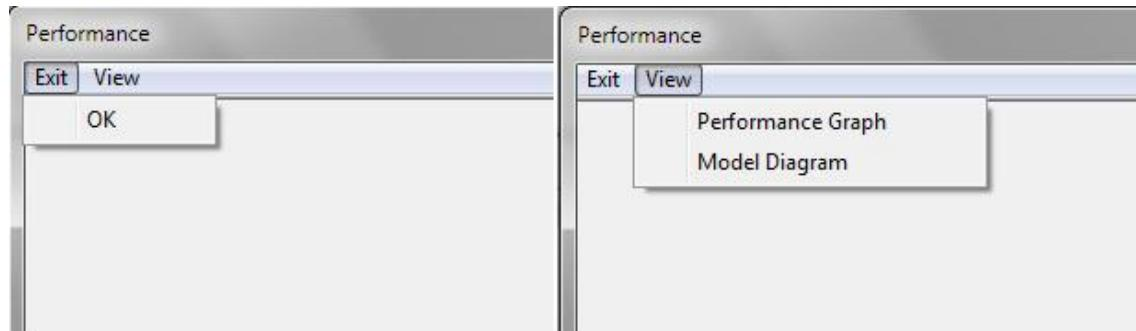

Figura 11. Meniurile ferestrei de afisare a performantelor a programului simpl
4. Meniurile ferestrei de afisare a performantelor (figura 11).